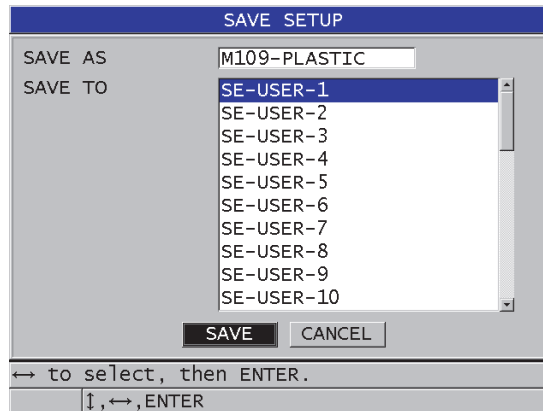

Figura 13-17 Pantalla para guardar configuraciones personalizadas
4. En la pantalla **GUARDAR CONFIGURACIÓN (SAVE SETUP)**[ver Figura 13-17 en la página 278]: